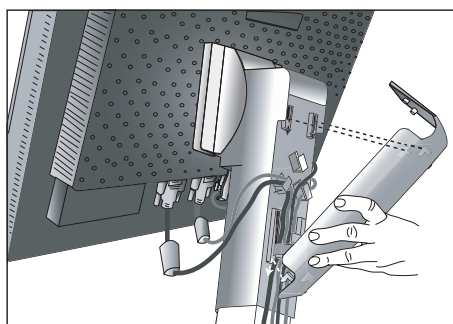

Рисунок D.1
7. Плотно прижмите кабели и установите крышку отсека распределения кабелей на подставке (**Рисунок D.1**). Чтобы снять крышку кабельного отсека, поднимите ее, как показано на **рисунке D.2**.
9. Выключатель с левой стороны монитора должен быть включен. Включите монитор с помощью кнопки питания (**Рисунок D.1**) и компьютер.